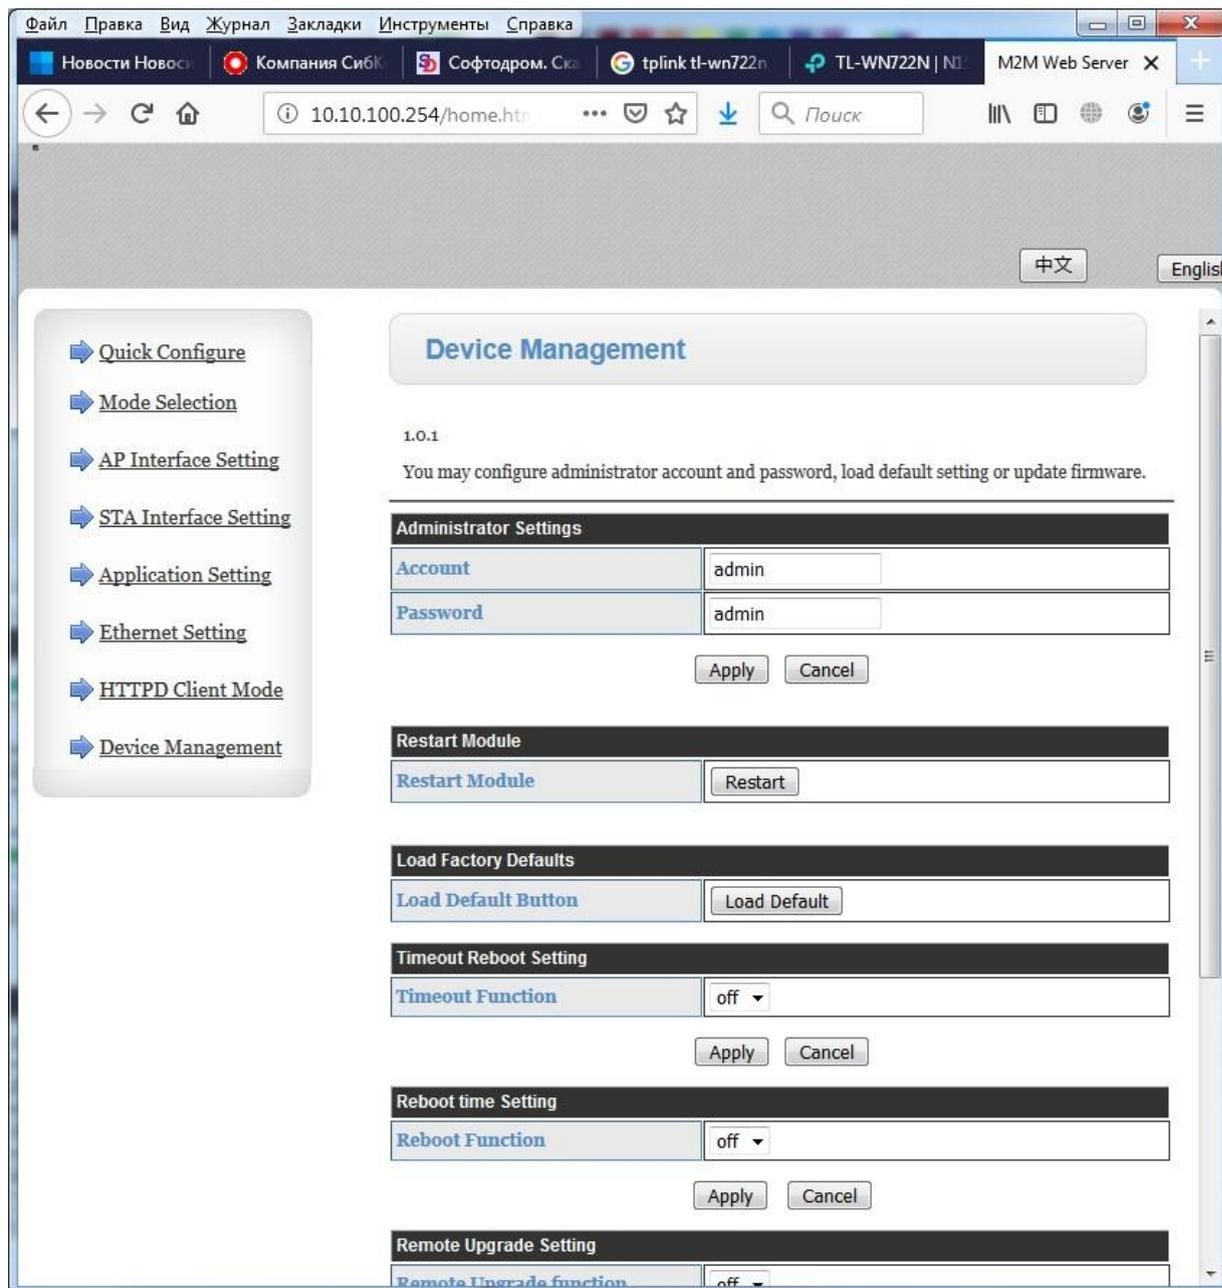

Рисунок 2.13. Настройки Device Management преобразователя
2.1.6.9 Откройте вкладку Device Management (рис. 2.13) и в поле Restart Module нажмите кнопку «Restart». После этого преобразователь будет перезагружен и будут применены новые настройки. После перезагрузки преобразователь должен будет подключиться к беспроводной сети Wi-Fi.